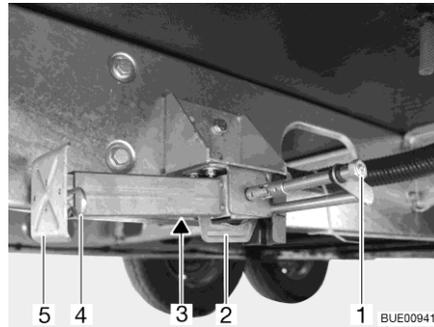

Fig. 49 Apoyo de elevación
- Colocar la llave de vaso en el hexágono (Fig. 49,1) y girarla hasta que el apoyo de elevación quede verticalmente hacia abajo.
- En caso de que la longitud del apoyo de elevación sea ajustable, extraer la clavija hendida (Fig. 49,4) de la prolongación del pie de apoyo (Fig. 49,5).
- Colocar la llave de vaso en el hexágono (Fig. 49,1) y girarla hasta que el apoyo de elevación esté de nuevo libre del suelo.
- Introducir totalmente la prolongación del pie de apoyo (Fig. 49,5) e introducir la clavija hendida (Fig. 49,4) en el orificio previsto para ello que hay en la prolongación del pie de apoyo.
- Girar el hexágono (Fig. 49,1) hasta que el apoyo de elevación se haya girado hacia arriba y la guía (Fig. 49,2) tenga contacto con el extremo de la ranura (Fig. 49,3).